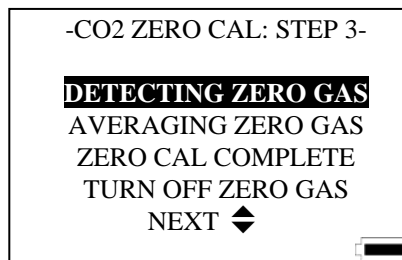

Abb. 4-5: Ansicht CO₂ Nullkalibrierung: Schritt 3
5. Das Q-TRAK™ Plus zeigt den Status des Kalibrierprozesses an. Nachdem das Instrument das Nullgas berechnet hat, wird im Display "ZERO CAL COMPLETE" hervorgehoben (siehe Abb. 4-5).